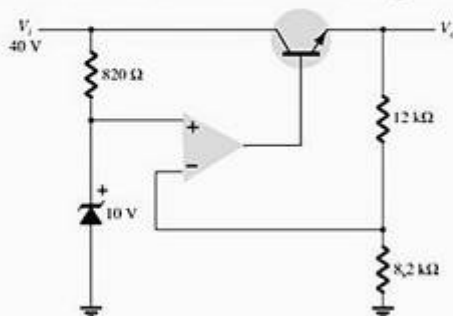

Figura 18.44 Problema 21.
21. Calcule a tensão de saída do circuito da Figura 18.44.